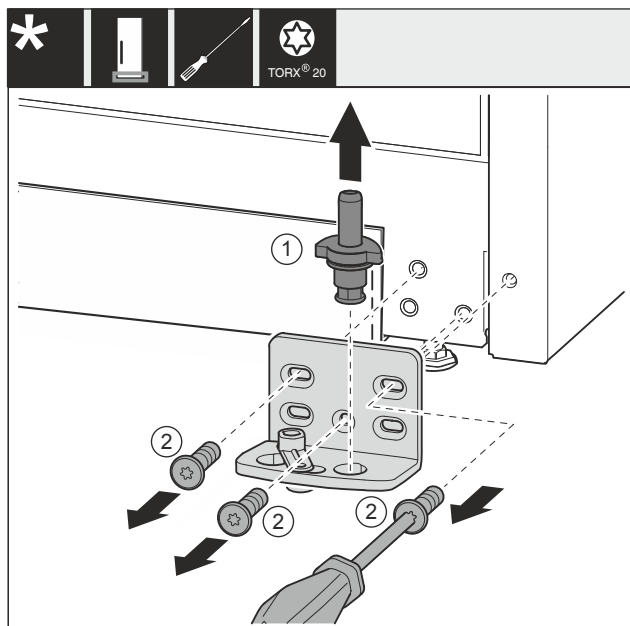

Fig. 34 *
- Izvucite svornjak ležaja Fig. 34 (1) potpuno prema gore.*
- Odvijačem odvrnite vijke Fig. 34 (2) i skinite podložak ležaja.*